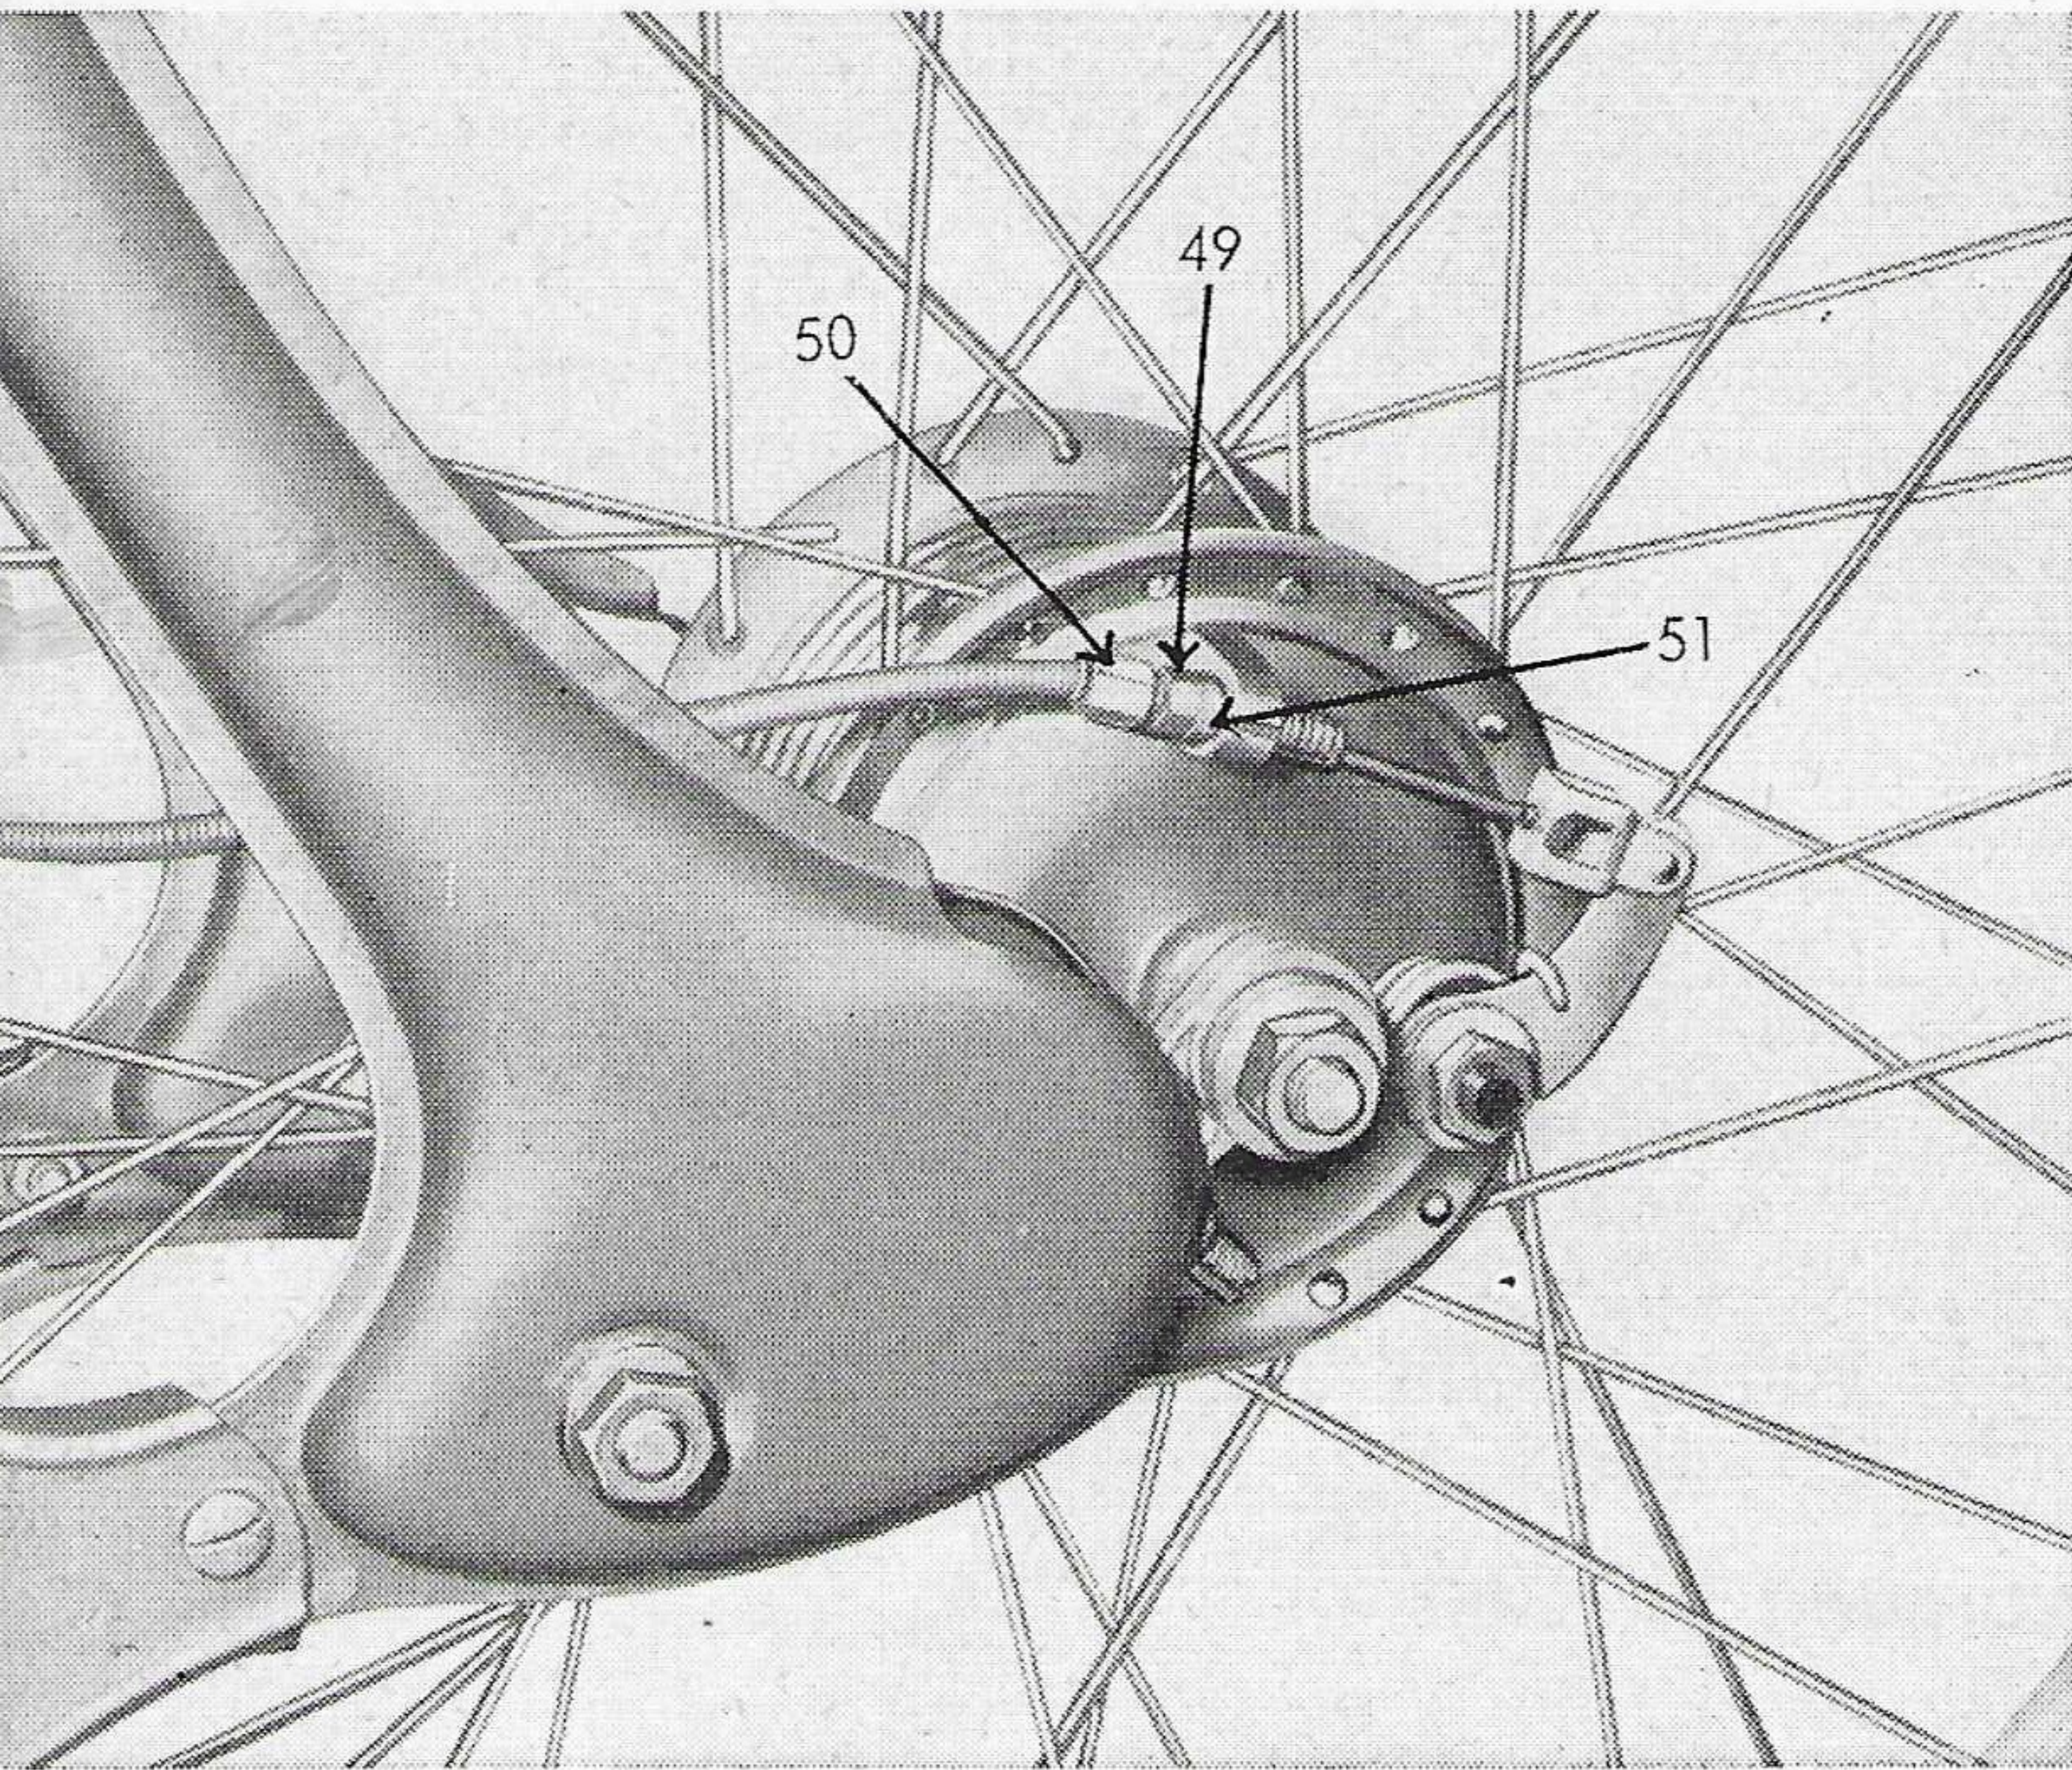

Bild 8
Arbeitsvorgang (Bild 8):
6. **Vorderrad- und Hinterradfederung** (Bild 8 u. 9)
7. **Kette** (hierzu Bild 8)